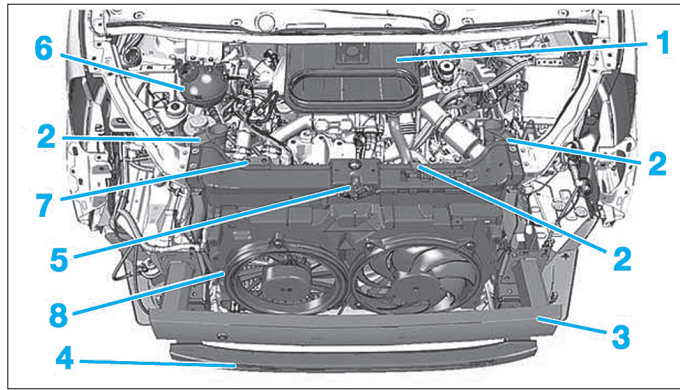

Fig. 83
- le boîtier de filtre à air d'habitacle (1) (Fig.83),
- Déposer le support des motoventilateurs (8) (Fig.83).